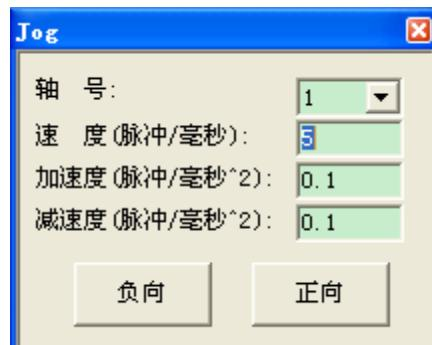

图 4-29 Jog 模块界面
- 12) 单击“视图”->“JOG”菜单项调出 Jog 面板，在“轴号”下拉框中选择控制轴。如图 4-29 所示。
- 12) 单击“视图”→“JOG”菜单项调出 Jog 面板, 在“轴号”下拉框中选择控制轴。如图 4-29 Jog 模块界面所示。